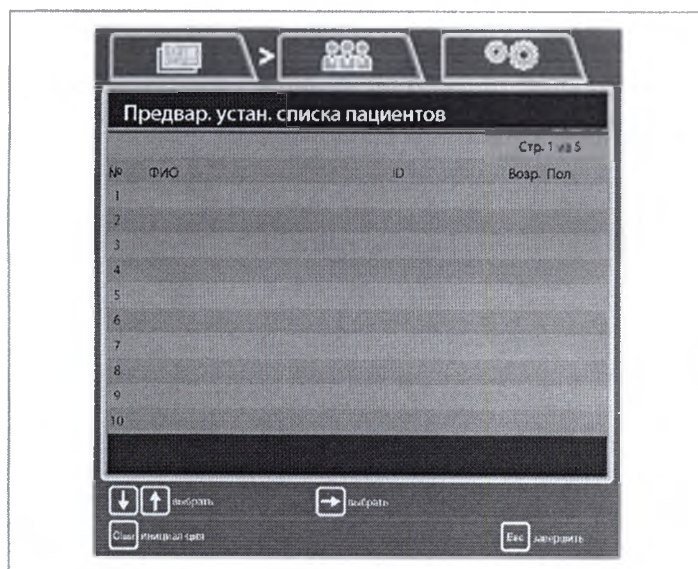

Рисунок 5.7
- Появится экран [Patient List Preset] (см. рисунок 5.7).